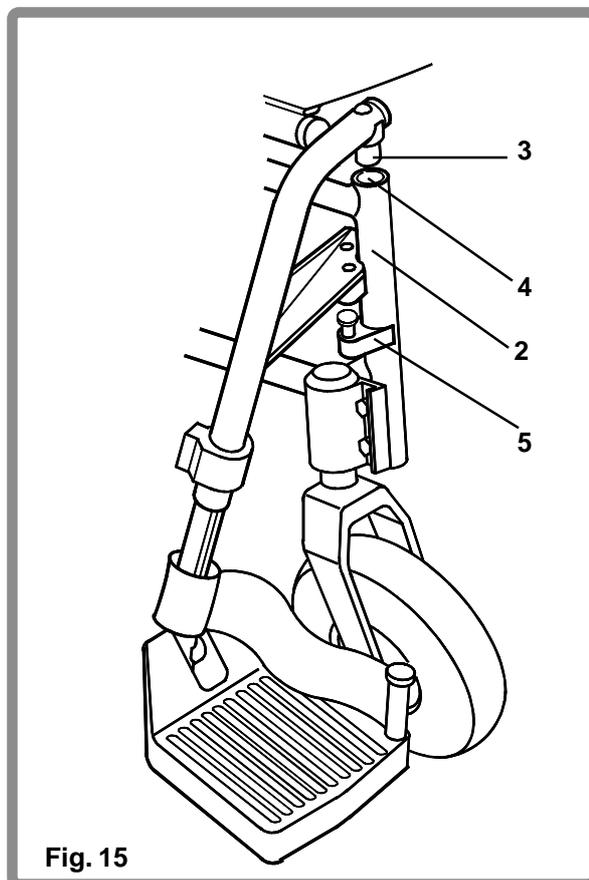

Fig. 15
Pour replacer le repose-pieds (Fig. 15), placer le pivot d'escamotage (3) dans le logement (4) sur le châssis (2) avec le repose-pieds face à l'extérieur du cadre. Tourner le repose-pieds vers l'intérieur jusqu'à verrouillage en place sur le boulon de verrouillage (5).